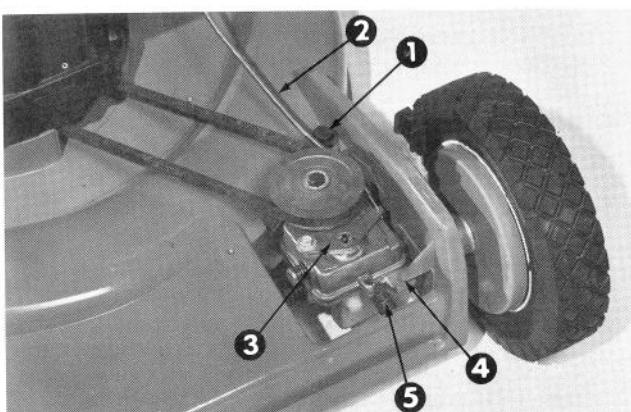

Figure 35
3. Desserrez la vis de retenue de câble jusqu'à ce que le câble puisse glisser librement (Fig. 35).
5. Poussez le bras de commande aussi loin que possible vers l'arrière et maintenez-le en place. Tirez le câble de commande et le fil vers l'arrière pour rattraper tout le jeu, puis rebloquez le câble en resserrant la vis de retenue (Fig. 35).